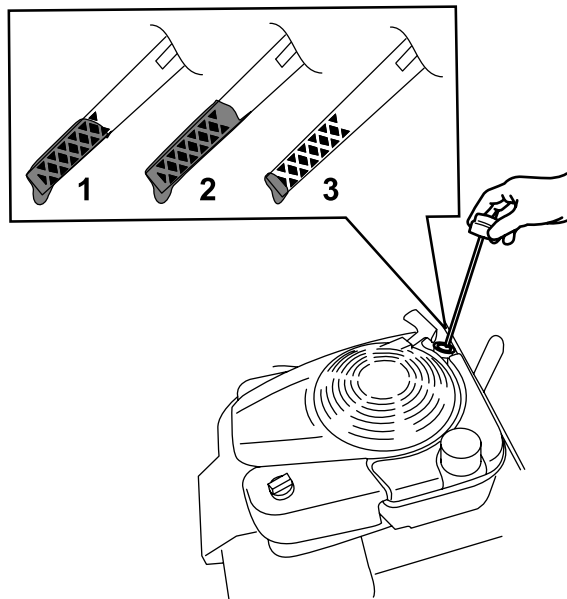

Figure 14
2. Tournez le bouchon dans le sens antihoraire et sortez la jauge (Figure 14).
5. Relevez le niveau d'huile indiqué sur la jauge (Figure 14).
- Si le niveau d'huile est trop bas, (Figure 14), versez avec précaution une petite quantité d'huile détergente SAE 30 ou SAE 10W-30 dans le tube de remplissage, attendez 3 minutes puis répétez les opérations 3 à 5 jusqu'à ce que le niveau d'huile correct soit atteint. Pour connaître le type d'huile, voir Vidange de l'huile moteur \(page 20\).
- Si le niveau d'huile est trop élevé (Figure 14), vidangez l'excédent d'huile jusqu'à obtention du niveau d'huile correct sur la jauge ; voir Vidange de l'huile moteur \(page 20\).